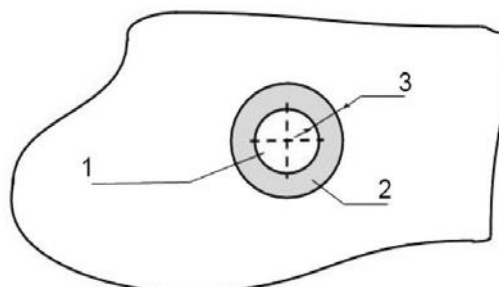
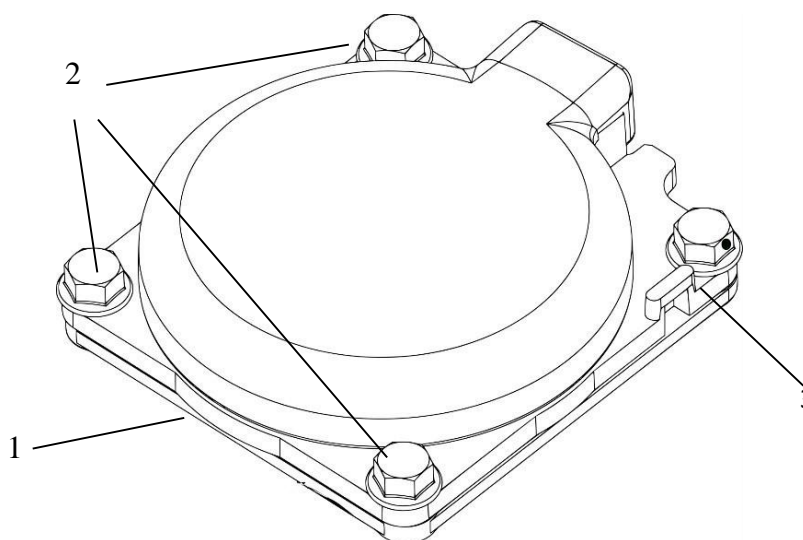

Рис. 2.6 Нанесение герметика на бак
Рис. 2.7 Монтаж ДУТ – крепление шурупами
На рис. 2.6 показаны места нанесения герметика на топливный бак. На рис. 2.7 – места крепления ДУТ к топливному баку с помощью шурупов.
На рис. 2.6 приведены следующие обозначения:
На рис. 2.7 приведены следующие обозначения:
1. Нанесите герметик на подготовленный бак, как показано на рисунке (см. рис. 2.6). Толщина слоя герметика должна быть не менее 5 мм, ширина слоя – 10 мм (см. 3, рис. 2.6).
3. Закрепите шурупами (см. рис. 2.7).